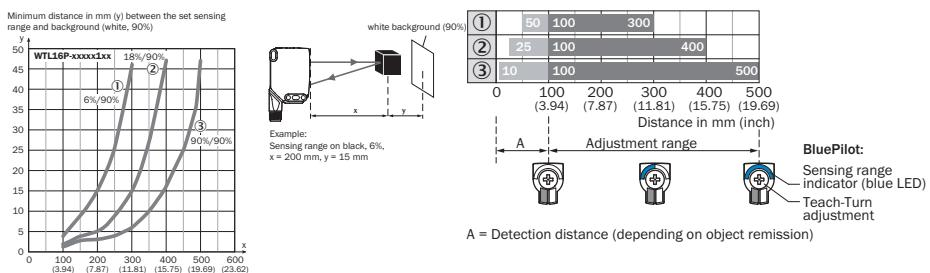
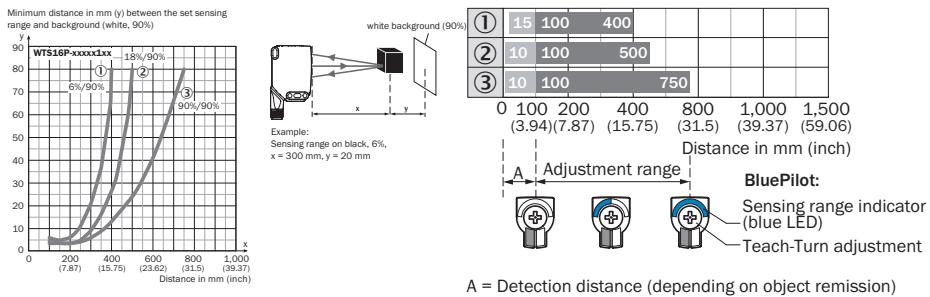

Figura 44: Curva característica 1, WTL16P-
Figura 45: Curva característica 1, : WTS16P-
Verificar as condições de uso: equiparar a distância de comutação e distância até o objeto ou plano de fundo, bem como o poder de luminescência do objeto, com o respectivo diagrama [ver figura 44, figura 45] (x = distância de comutação, y = distância mínima entre a distância de comutação ajustada e o plano de fundo (branco 90%)). Luminescência: 6% = preto ①, 18% = cinza ②, 90% = branco ③ (com base no padrão branco da norma DIN 5033). Recomendamos realizar o ajuste com um objeto de baixa luminescência.
A distância mínima ($=y$) para a supressão do fundo pode ser determinada a partir do gráfico [figura 44 ①] do seguinte modo: